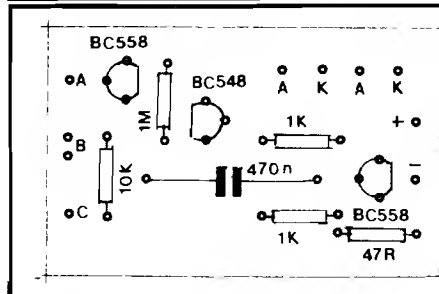

Fig. 4
- FIG. 4 - O "chapeado" da montagem, ou seja: a placa agora vista pelo lado não cobreado, com todas as principais peças já posicionadas e soldadas... Os componentes estão - um a um - identificados em seus códigos, valores e outros detalhes importantes... Observar, principalmente, os códigos e posições dos três transístores (qualquer troca ou inversão nesses itens, e o TERMO-MONITOR não funcionará...). Atenção aos valores dos resistores, em função das posições que ocupam... Façam toda a preparação, limpeza, soldagem e verificação, sob os cuidados exaustivamente mencionados nas "Aulas" anteriores do ABC. O corte das "sobras" de terminais (pelo lado cobreado) apenas deve ser feito ao final, depois de tudo "conferidíssimo"...